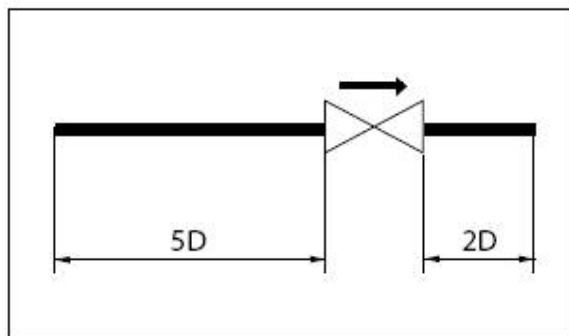

Рис. 5. Необходимые прямые участки трубопроводов
- для нормальной работы клапана балансировочного регулирующего типа MSV-F2 до и после него должны быть обеспечены прямолинейные участки, длина которых соответственно составляет 5 ДУ и 2 ДУ (рис. 5).